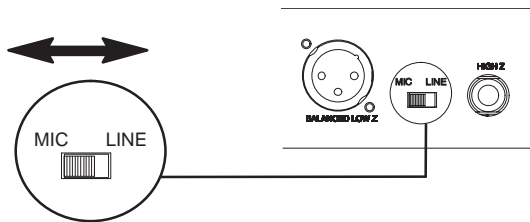

FIGURE 7
4. Si la sortie XLR du récepteur est utilisée, s'assurer que le réglage du commutateur «MIC/LINE» (micro/ligne) correspond aux spécifications d'entrée du mélangeur ou de l'amplificateur, comme illustré à la figure 7. Le commutateur Micro/ Ligne n'affecte pas la sortie du jack pour écouteur de 1/4 po asymétrique.